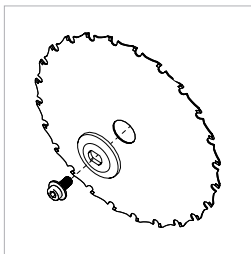

Fig. 20b
- Montieren Sie den äußeren Sägeblattflansch und den Flanschbolzen. (**Abb. 20b**)